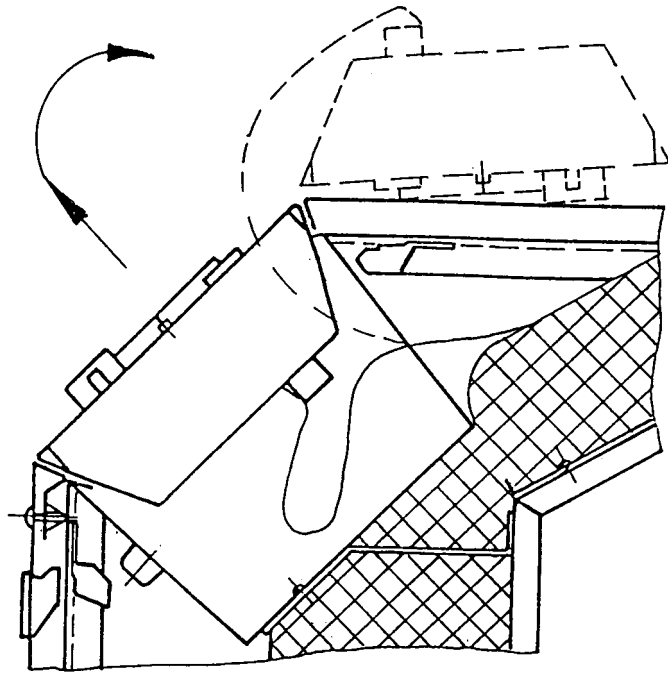

Bild 3 - Demontage Kesselverkleidung / Installation
5.6. Montage/Demontage der Kesselverkleidung (Bild 3 und 4)
Jetzt kann die Schaltfeldblende parallel zum Sitz aus den Aufnahmeschlitzten gezogen werden und in eine Position gebracht werden, welche die elektrische Installation ermöglicht.(Bild 3)